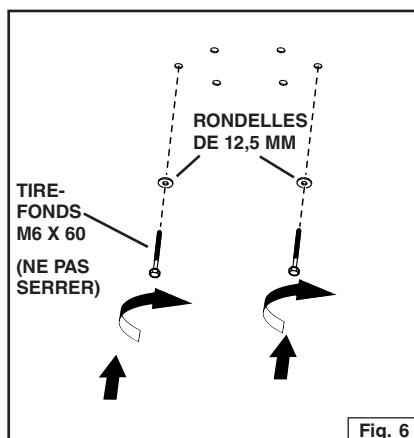

Fig. 6
2. Installez (2) tire-fonds M6 x 60 avec (2) rondelles de 12,5 mm dans les fentes en forme de trou de serrure percés à l'étape 1. Ne serrez pas les tire-fonds. Fig. 6.